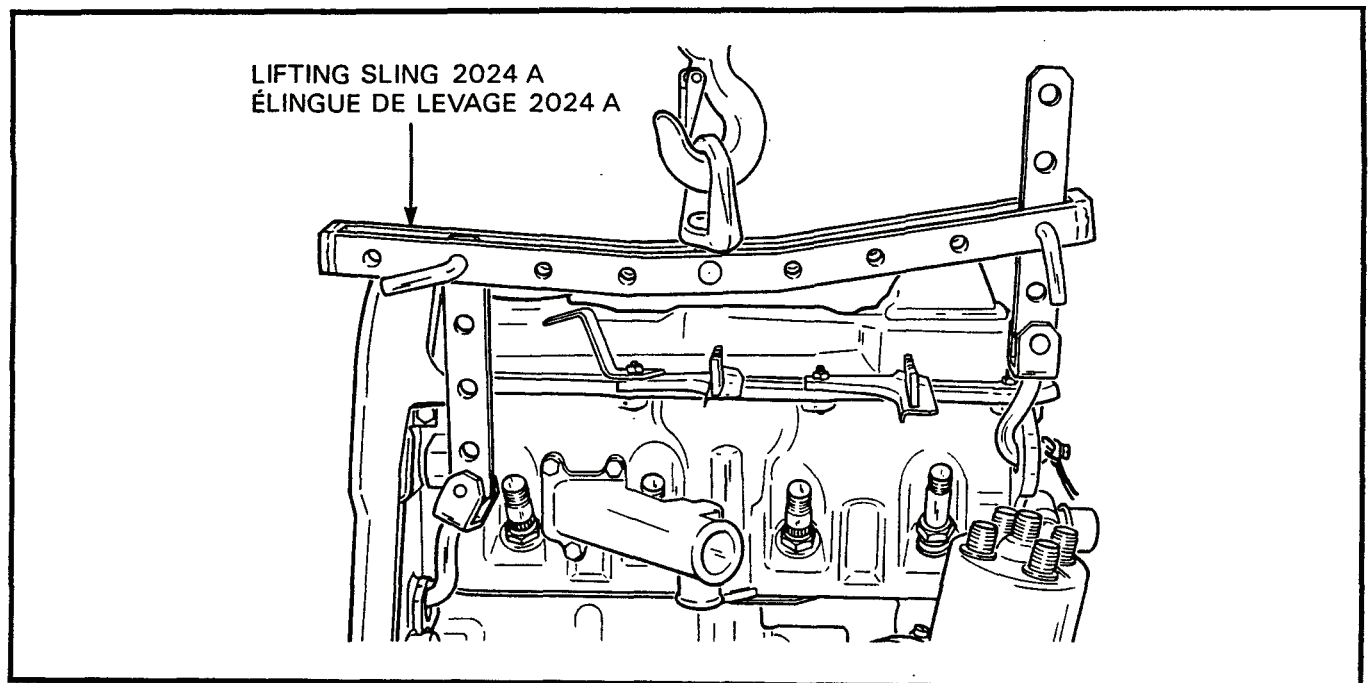

Figure 2-6-5 Lifting Sling Secured to Engine
r. Attach lifting sling 2024A to the front and rear lifting eyes of the engine, see Figure 2-6-5. s. Lift the engine slightly and pull toward the front of the vehicle until the clutch is free of the transaxle input shaft. t. Remove the engine from the engine compartment. u. Remove the upper support pads and washers from both engine mounts.	r. Fixer l'élingue de levage 2024A aux œillets de levage avant et arrière du moteur, voir figure 2-6-5. s. Soulever légèrement le moteur et le tirer vers l'avant du véhicule jusqu'à ce que l'embrayage soit libéré de l'arbre d'entrée de la transaxe. t. Enlever le moteur du compartiment-moteur. u. Enlever les plaquettes d'appui supérieures et les rondelles des deux supports de moteur.